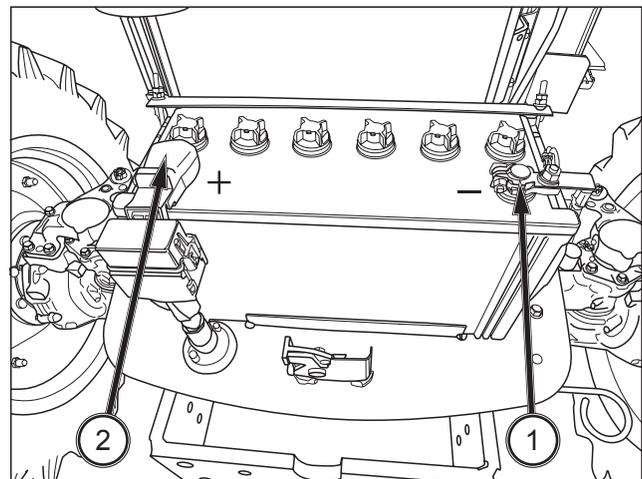

FIG. 171
**FIG. 171 :** Pour remplacer la batterie, débranchez d'abord le câble négatif (-) (1) puis le câble positif (+) (2). Desserrez et retirez la patte de fixation de la batterie et retirez la batterie du tracteur avec précaution.